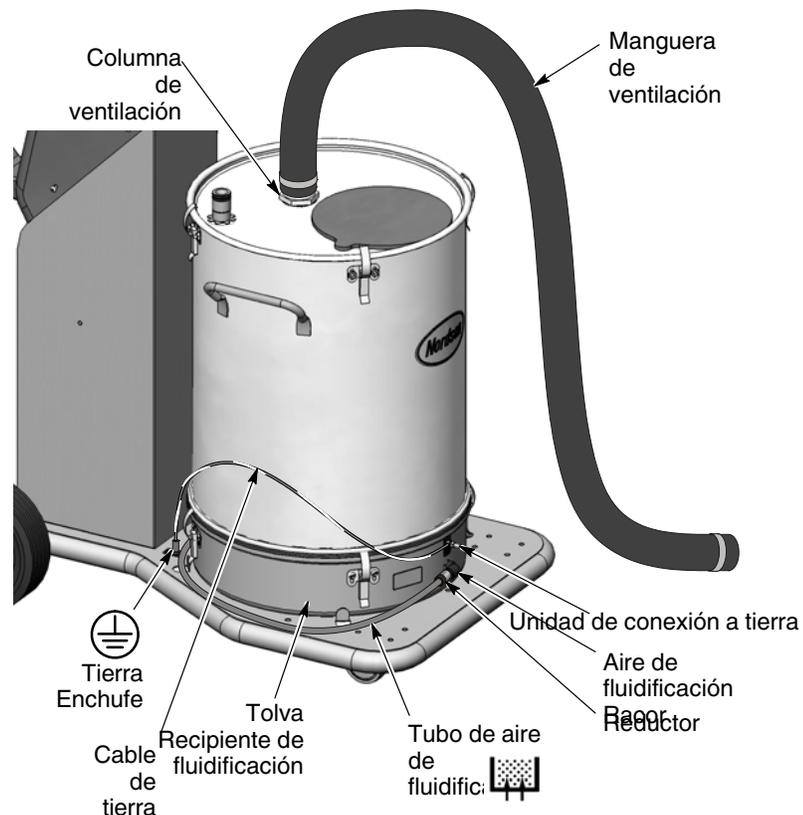

Figura 3-7 Instalación de la tolva en la carretilla de sistema móvil
1. Ver la figura 3-7. Soltar la tapa de tolva y extraer la manguera de ventilación y las abrazaderas de manguera.
Conectar la manguera de ventilación, enviada junto con la tolva, con la tapa de la tolva, tal y como se muestra en la figura 3-7. Guiar la manguera de ventilación al saliente de ventilación de la cabina o del módulo colector.